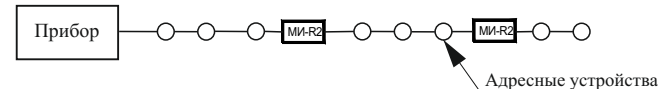

Рисунок 3
– разрывать радиальную АЛС (рисунок 3) в месте установки изолятора, ближайшего к точке КЗ. Это локализует участок после изолятора и оставляет работоспособным участок АЛС между прибором и сработавшим изолятором;